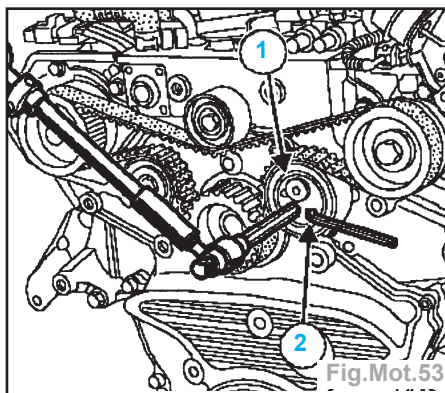

Fig.Mot.53
- Le repère RH de l'arbre à cames du banc arrière doit être aligné avec le repère (D).
- Le repère (E) du pignon de la pompe haute pression doit être aligné avec le repère fixe (F) du carter de la cascade de pignon.
- Détendre la courroie de distribution, en appliquant un effort dans le sens antihoraire, et inférieur à 4 daN.m sur le galet tendeur en (1) à l'aide d'une clé dynamométrique et d'une douille six pans de 10 mm (Fig.Mot.53).